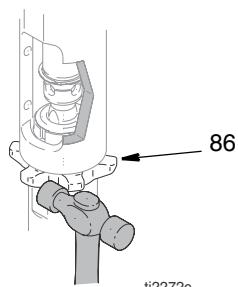

Рис. 9
5. (Рис. 9) Ослабьте затяжку контргайки (86). Выкрутите насос (111).